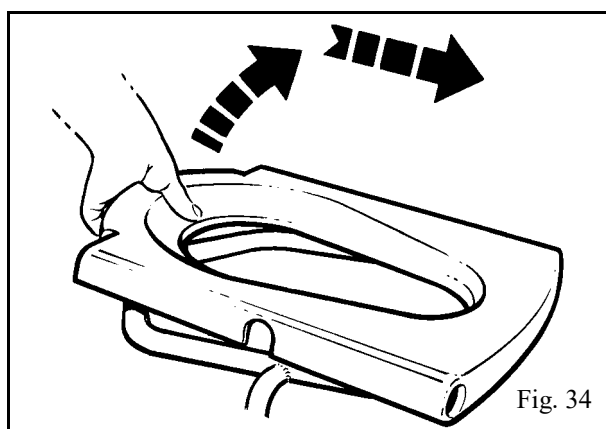

Fig. 34
2. Deslice el asiento un poco adelante hasta librar los tubos del marco y álcelo para sacarlo (véase la fig. 34).